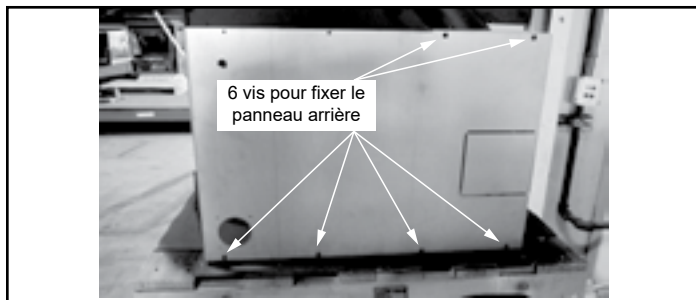

Figure 21.2
5. Installez le panneau arrière à l'aide de six vis (**Figure 21.2**).